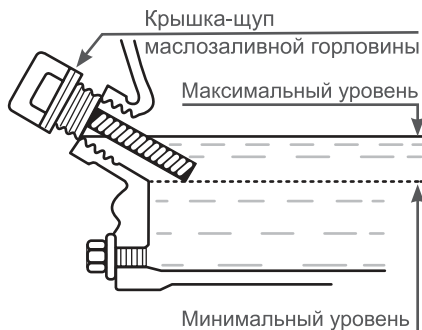

Рис. 5. Проверка уровня масла в картере
*Максимальный уровень масла в картере соответствует нижней кромке заливного отверстия (Рис. 5).*
1. При недостаточном уровне масла в картере необходимо долить чистое масло до верхней отметки на щупе, что соответствует нижней кромке заливного отверстия (Рис. 5).